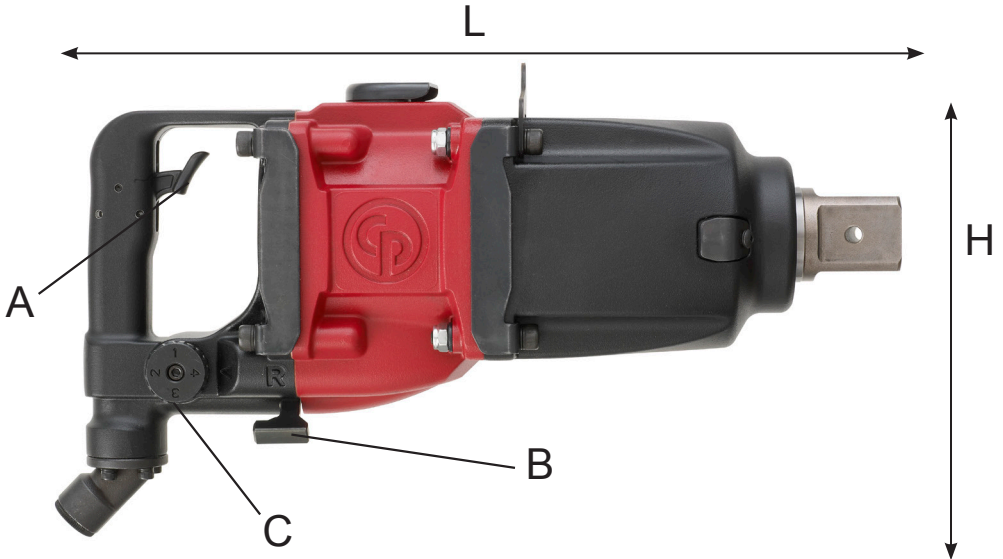

Fig. 2
- To switch rotation, turn the switch (B) as shown in Fig. 2
- To start the machine, simply pull the trigger (A). Machine speed is increased by increasing pressure on the trigger. Release the trigger to stop.
- To adjust output power, turn the regulator (C) as shown in Fig 2
- Use the reverse switch (B) only when the drive spindle comes to a complete stop. Changing the speed before the drive spindle stops may damage the machine.
- Para cambiar la rotación, gire el interruptor (B) como se indica en la fig. 2
- Para activar el aparato, sencillamente presione el gatillo (A). La velocidad del aparato aumenta al incrementar la presión sobre el gatillo. Suelte el gatillo para detenerlo.
- Para ajustar la potencia, gire el regulador (C) como se indica en la fig. 2
- Utilice el interruptor de marcha inversa (B) solo cuando el eje motor se haya detenido completamente. Cambiar la velocidad antes de que se detenga el eje motor puede dañar la máquina.